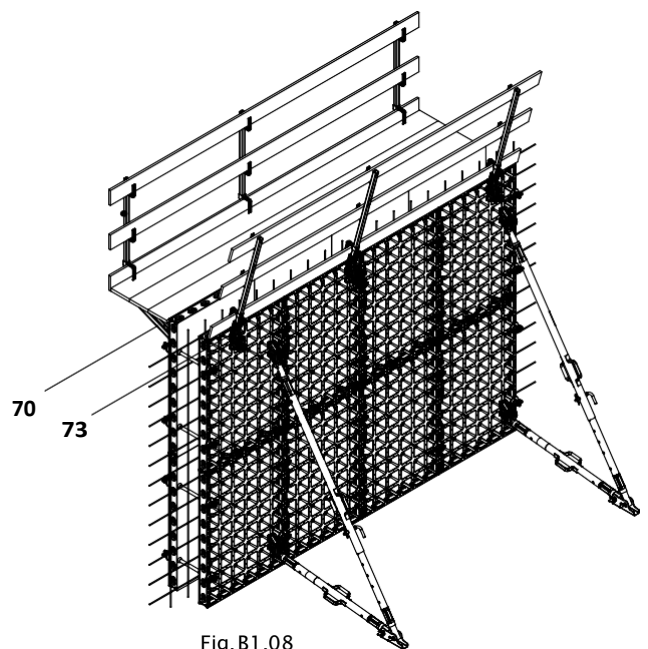

Fig. B1.08
1. Монтирайте конзолата за скеле DUO 70(70) и стойката за парапет DUO(73) (Fig. B1.08), виж секция B4.
Отливайте бетона от сигурна работна платформа. (Fig. B1.08)